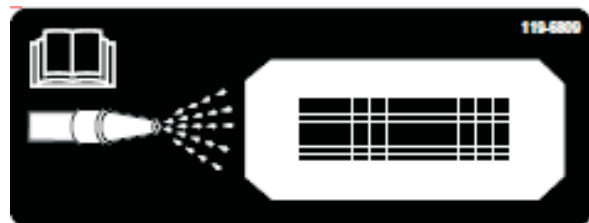
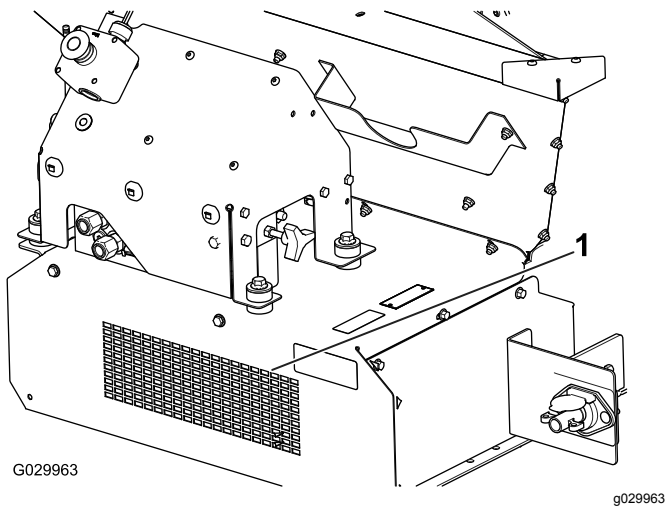

Bild 57
Bild 58
10. Ermitteln Sie den Reinigungsanschlusssaufkleber vorne an der Maschine (Bild 57). Spritzen Sie mit einem Gartenschlauch durch das vordere Schutzgitter, bis die Bodenplatte kein Material mehr enthält (Bild 58).